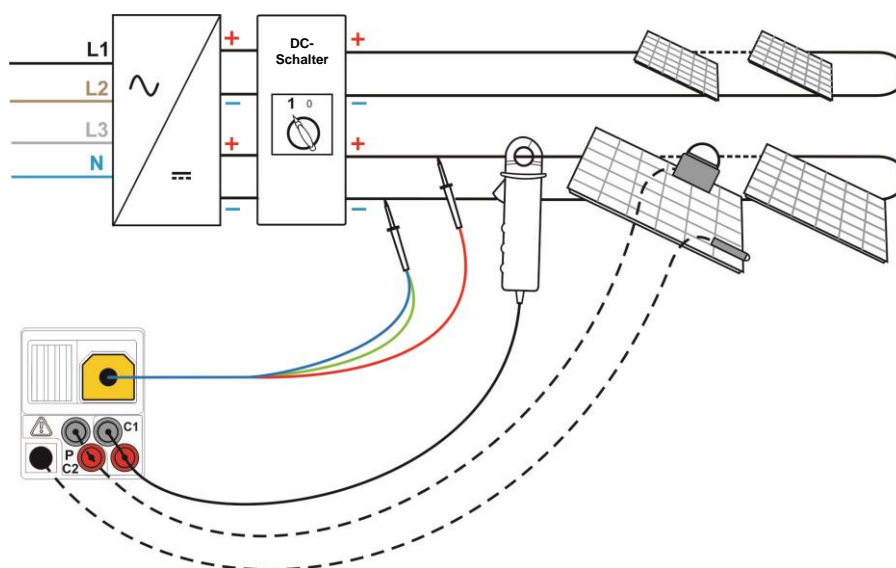
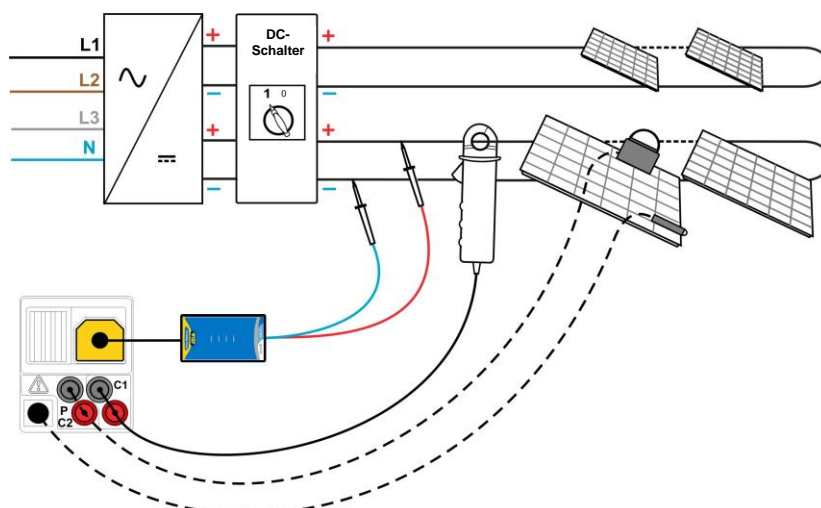

Abbildung 5.21: Anschluss an die Universal-PV-Prüfleitung
Abbildung 5.22: Anschluss an die PV-Sicherheitssonde
- **Schließen Sie** die Universal-PV-Prüfleitung/PV-Sicherheitssonde und Stromzange(n) sowie Sensoren an das Messgerät (siehe Abbildung 5.21 und Abbildung 5.22) an.
- **Schließen Sie** die Zubehörteile an das zu prüfende PV-System an (siehe Abbildung 5.21 und Abbildung 5.22).